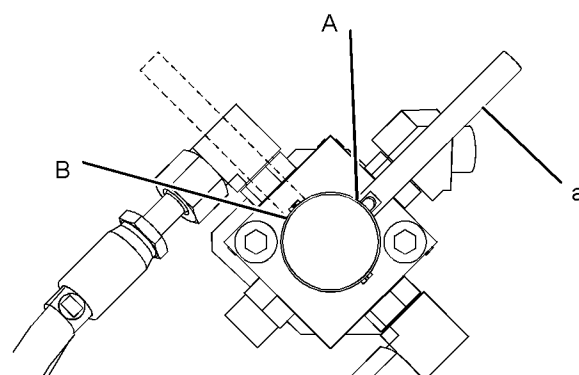

Ilustración 244
**Nota:** En la ilustración 244 se muestra que la válvula bidireccional está en la posición SAE.